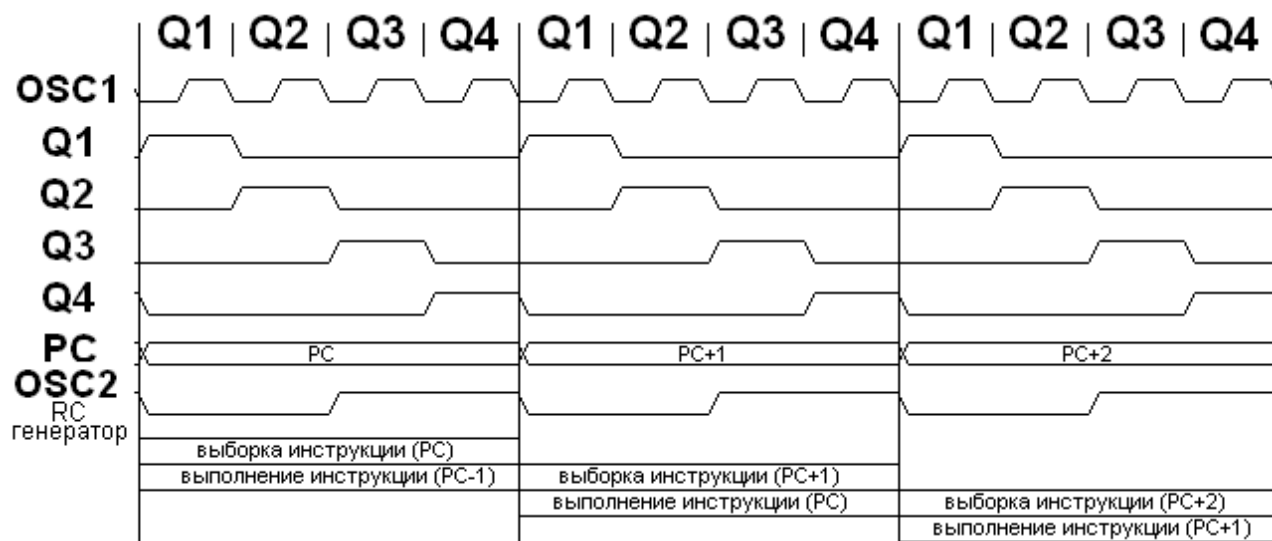

Рис. 4 – Синхронизация выполнения команды
Выход тактового сигнала разделяется на 4 непересекающихся квадратурных тактовых сигнала, именуемых Q1, Q2, Q3, Q4. Программный счетчик (PC) увеличивается в такте Q1, а выборка команды из программной памяти и сохранение ее в регистре команд происходит по синхросигналу Q4. Команда декодируется и выполняется в течение циклов Q1-Q4. Тактовые сигналы и выполнение команд показано на Рис. 4.